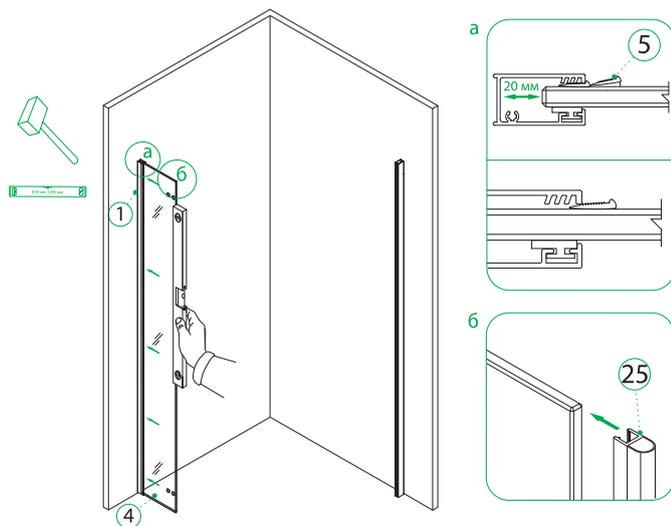

Рис. 8/8-сур.
- Установите закаленное стекло 1930x240 мм (№4) в пристенный профиль (№1) с помощью уровня (согласно необходимой ориентации расположения двери). Слегка закрепите стекло уплотнителем EVA (№5), чтобы впоследствии можно было отрегулировать длину ограждения (рис. 8-а). После чего установите полу-круглый уплотнитель PVC (№25, рис. 8-б).